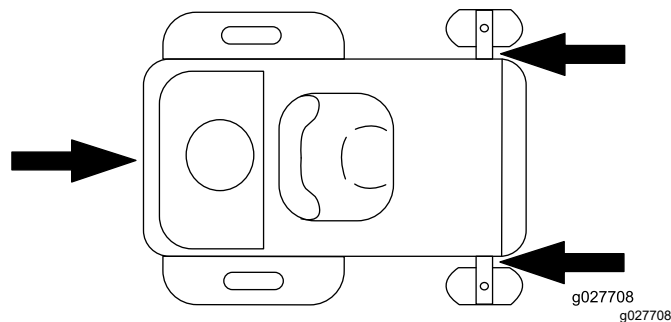

Figura 34
6. Legați maina de lângă roțile pivotante față, folosind curele, lanuri, cablu sau frânhii (Figura 34). Consultați prevederile locale referitoare la fixare.